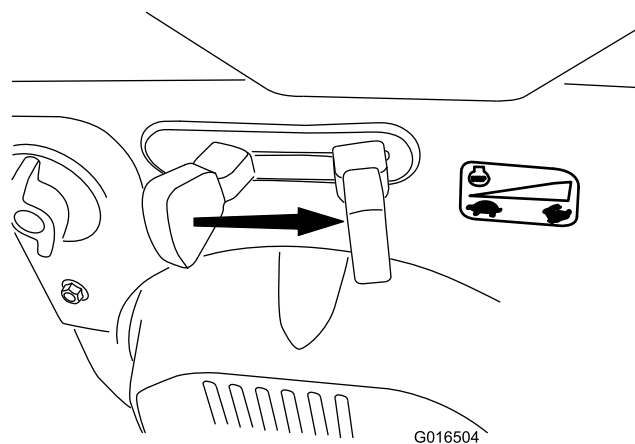

Figure 28
6. Placez la commande d'accélérateur en position HAUT RÉGIME (Figure 28).